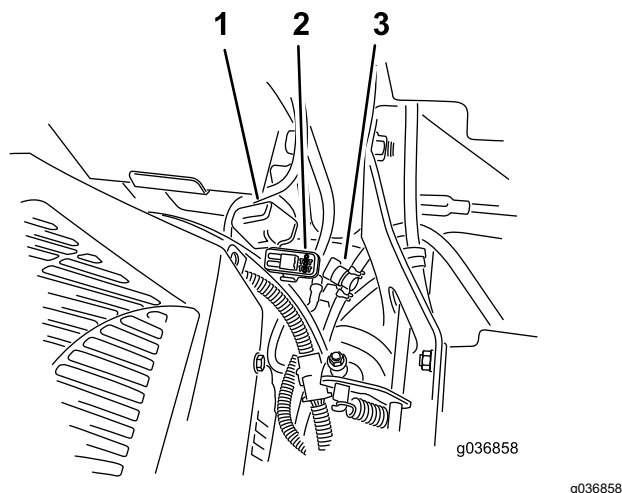

Figura 54
Notă: În cazul mainilor MyRide, asigurați-vă că nu există frecare între cablul de legare la masă i braul tractat sau ansamblul inferior al amortizorului (Figura 54).
Siguranele fuzibile sunt amplasate pe consola dreapta, de lângă scaun (**Figura 54**).
2. Instalai o sigurană nouă (**Figura 54**).